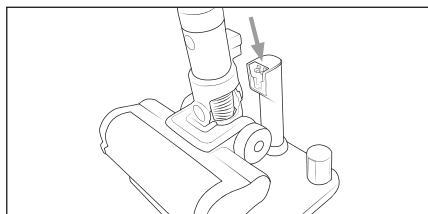

Fig. 6
- ▶ L'appareil est équipé d'une surveillance de température pour protéger la batterie ❶. En présence de températures ambiantes élevées, une augmentation de température peut, dans des cas rares, provoquer une coupure de l'opération de recharge ou une extinction automatique de l'appareil :
- ◆ Placez l'appareil sur le support 17 sur la station de recharge 15. Veillez ce faisant à ce que les contacts de recharge 22 de l'appareil et de la station de recharge 15 soient entièrement en contact. L'indicateur de batterie 28 se met à clignoter et la recharge débute (voir fig. 6 et 7).